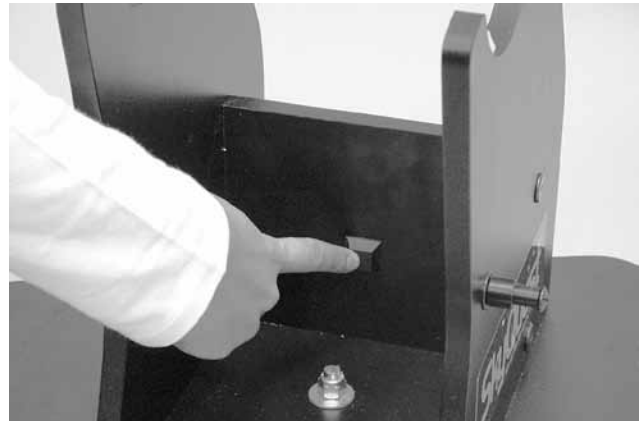

Abbildung 3. Befestigen Sie das Gummipolster auf der Markierung an der Innenseite der Frontplatte.
2. Befestigen Sie die Frontplatte (B) lose mit vier der mitgelieferten Befestigungsschrauben in den Bohrungen der beiden Seitenwände (C). Die Seitenwände sollten so ausgerichtet werden, dass die SkyQuest-Beschriftungen nach außen weisen. Ziehen Sie die Schrauben noch nicht vollständig fest.
3. Schrauben Sie die beiden Seitenwände (C) zusammen mit der Frontplatte mit Hilfe der restlichen sechs Befestigungsschrauben in die Bohrungen der oberen Basisplatte (D). Ziehen Sie alle sechs Schrauben fest.
5. Setzen Sie die weiße Nylon-Hülse (E) in die Bohrung in der Mitte der oberen Basisplatte (D) ein. Schieben Sie die Nylon-Hülse mit dem Finger vollständig in die obere Basisplatte. Die Nylon-Hülse sollte bündig mit der Oberfläche der oberen Basisplatte abschließen.
6. Setzen Sie die Flanschmutter (K) so in die Bohrung in der Mitte der unteren Basisplatte (A) ein, dass sich der Flansch auf der gleichen Seite der Basisplatte befindet, wie die PTFE/UHMW-Gleitpads. Schrauben Sie die große Sechskantschraube (G) mit der 3/8-Zoll-Unterlegscheibe (9,5 mm) (F) von unten durch die Flanschmutter in die untere Basisplatte, und ziehen Sie sie fest.
7. Positionieren Sie die obere Basisplatte (D) (zusammen mit den montierten Seitenwänden) über der unteren Basisplatte, und senken Sie sie dann so auf die untere Basisplatte ab, dass die Schraube durch das Nylon-Distanzstück in der Mitte der oberen Basisplatte geführt wird. Drehen Sie die verbleibende 3/8-Zoll-Unterlegscheibe (9,5 mm) (H) mit der Kontermutter (I) auf den Schraubenschaft. Möglicherweise müssen Sie den Schraubenkopf dabei mit einem Rollgabelschlüssel oder einer Zange festhalten. Ziehen Sie die Kontermutter mit dem Schlüssel so fest an, dass beim Anheben der Montierung noch ein winziger Abstand zwischen der oberen und der unteren Basisplatte bleibt. Die Kontermutter soll lediglich verhindern, dass sich die beiden Basisplatten beim Bewegen des Teleskops voneinander lösen. Wenn Sie die Kontermutter (I) zu fest anziehen, lässt sich die Montierung nur noch schwergängig auf der Azimut-Achse (horizontale Richtung) bewegen.
8. Das Gummipolster (L) gewährleistet eine sanfte und gleichmäßige Bewegung des Teleskops nach oben und unten und verhindern zugleich, dass die Spiegelzelle des Teleskops gegen die harte Oberfläche der Frontplatte stößt. Unten an der Innenseite der Frontplatte finden Sie eine kleine eingravierte Markierung. Entfernen Sie die Schutzfolie vom Gummipolster, und befestigen Sie es wie in Abbildung 3 gezeigt genau auf dieser Markierung. Drücken Sie das Polster fest an, sodass es sicher an der Frontplatte befestigt ist.